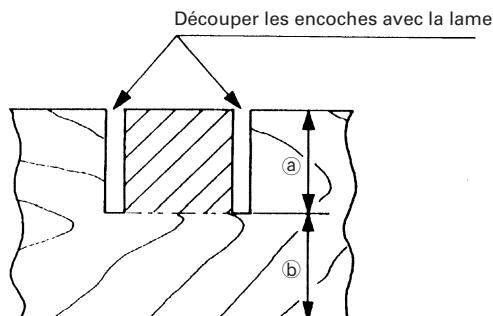

Fig. 47
Les encoches dans les pièces se découpent comme indiqué à la Fig. 47 en réglant le boulon de réglage de la profondeur de 8mm.
- (1) Desserrer l'écrou à oreilles de 8mm et tourner le boulon de réglage de la profondeur de 8mm à la main.
- (2) Régler la profondeur de coupe voulue en réglant la distance entre la lame et la surface du socle (voir b) à la Fig. 47).
- (3) Quand le réglage est terminé, bien resserrer l'écrou à oreilles de 8mm.